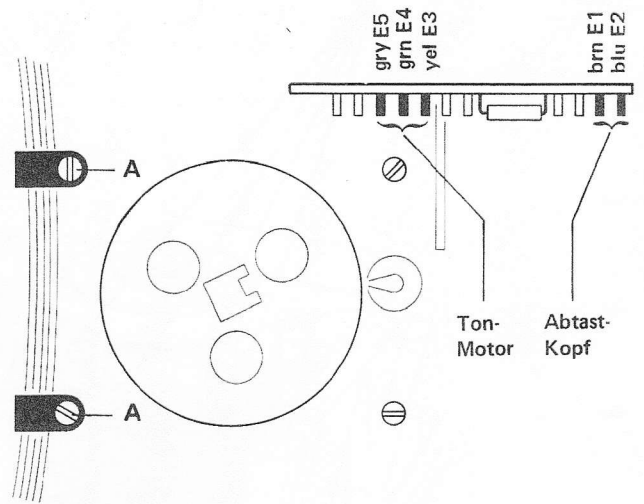

Bild 3.7.-9
- Motorbefestigungsschrauben B (Bild 3.7.-10) auf dem Kopfträger-Chassis lösen. Die weiteren Schrauben auf dem Kopfträger dürfen nicht gelöst werden, da diese den Kopfträger arretieren.